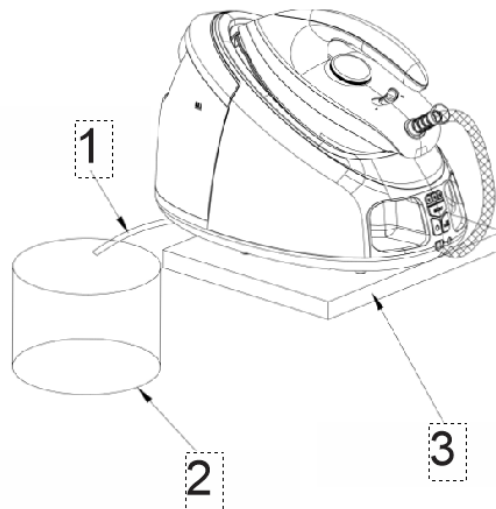

Fig.4
3. Posizionare la base dell'unità su un tavolo adatto e fisso, quindi inserire il tubo in silicone in un contenitore, quindi riempire il serbatoio dell'acqua con acqua e rimetterlo in posizione (vedi Fig.4). Assicurarsi che l'elettrodomestico sia posizionato in modo stabile.